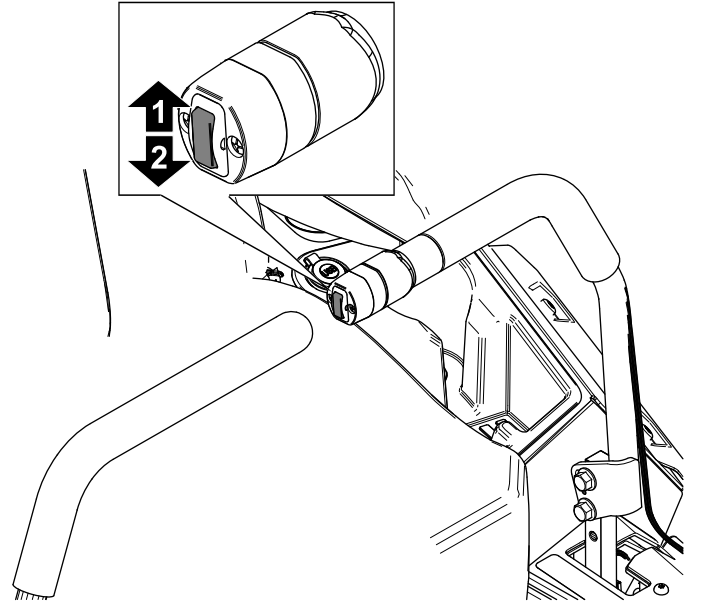

Figura 21
1. Spingete verso l'alto l'interruttore di sollevamento del piatto (Figura 21).